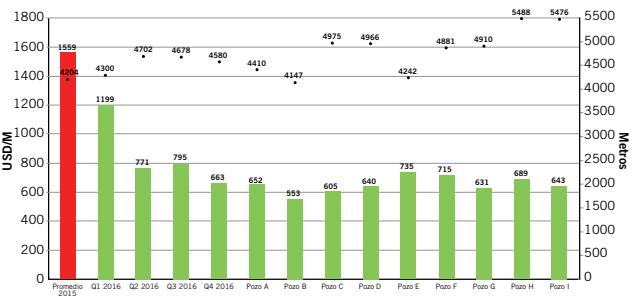

Figura 16. Evolución del costo métrico.
- Reducción del costo métrico en 53% respecto del promedio Q1 2016 (Figura 16).